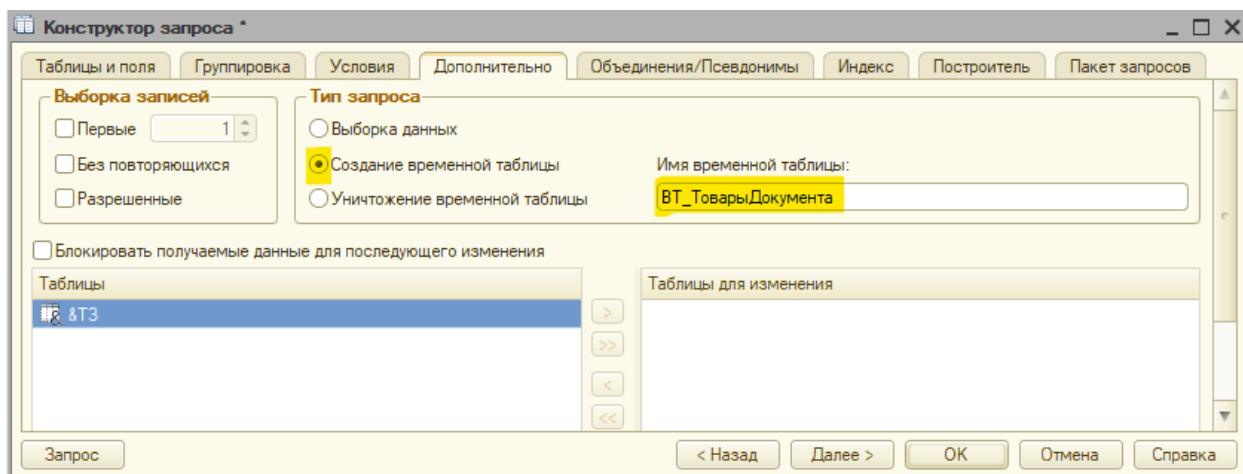

Рис. 5.55. Дополнительные параметры запроса
– на вкладке **Дополнительно** указываем тип запроса и имя временной таблицы (рис. 5.55);